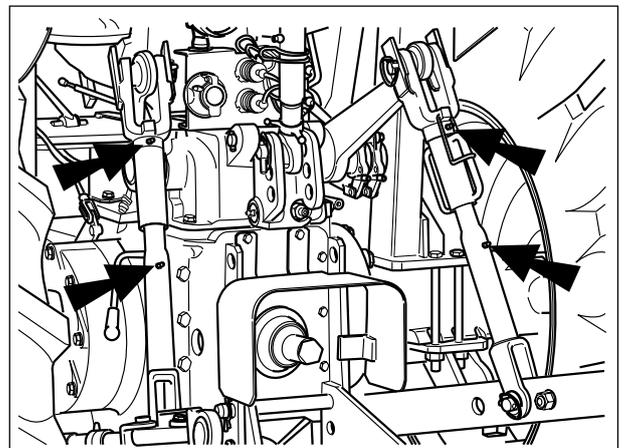

Fig.5-23B - Copos de lubrificação do engate de três pontos.
- Engate de três pontos: 4 copos de lubrificação (Fig.5-23B)